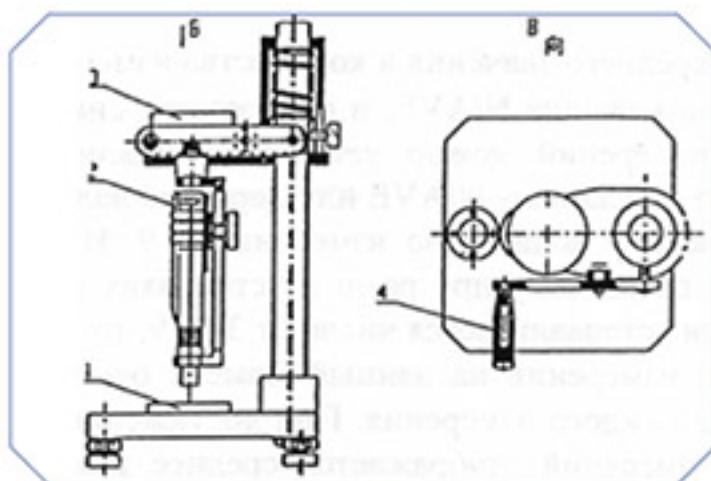

Рисунок 3
3. Контроль с фиксированной нагрузкой на стойке (см. рис. 3).